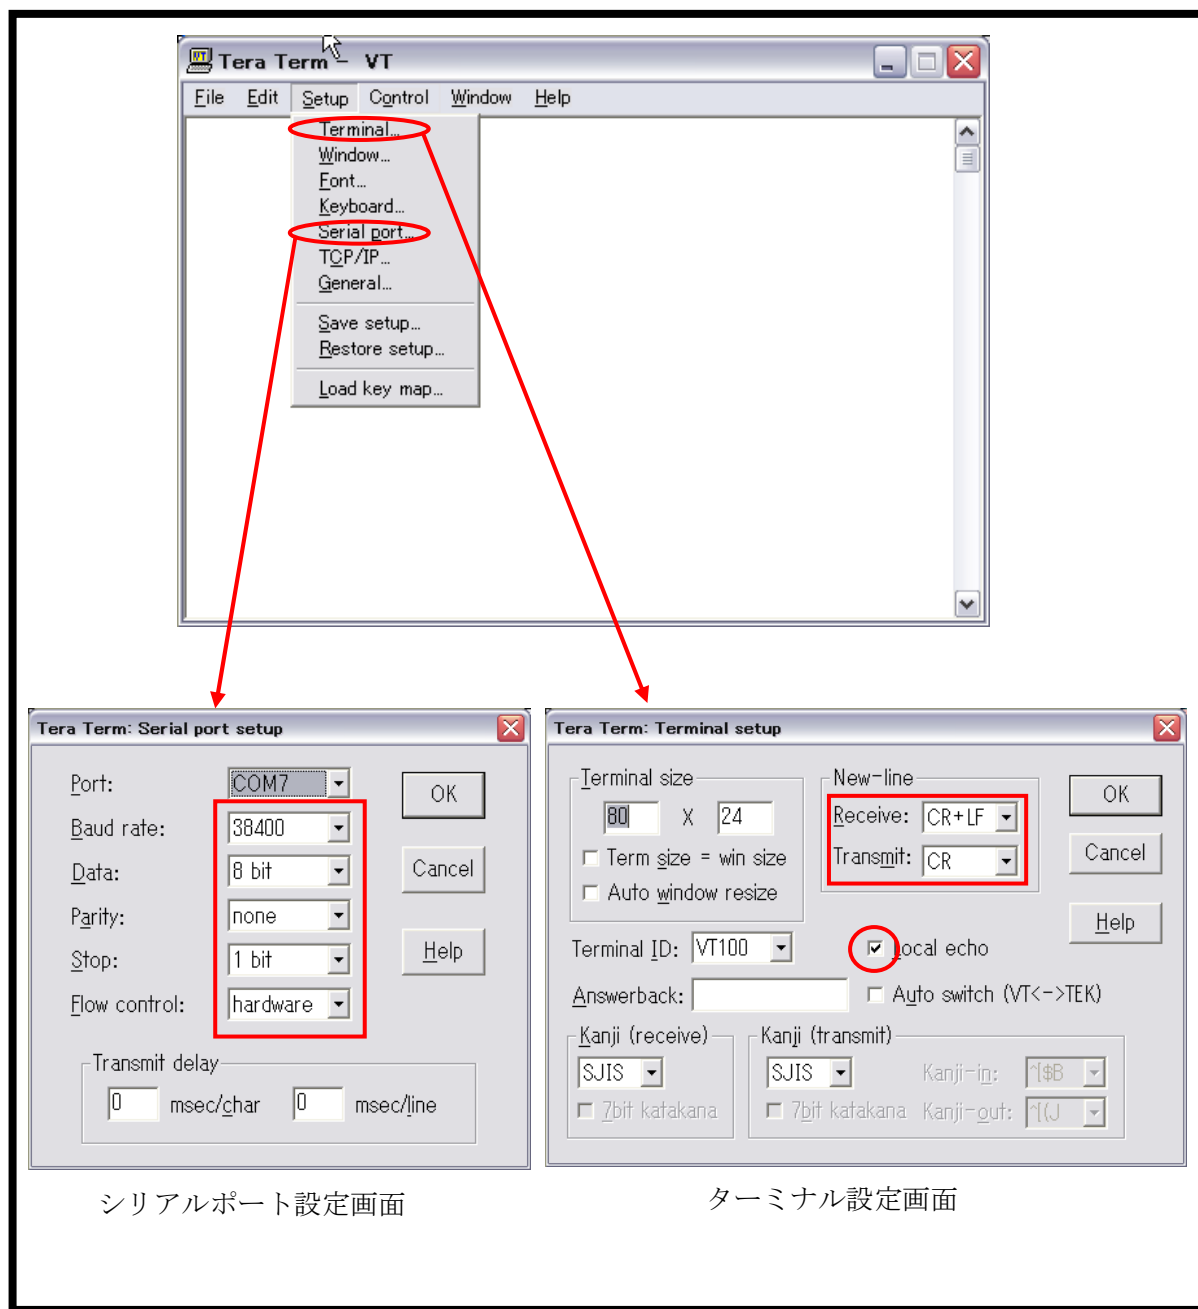

図 4 Tera Term 通信設定
- ⑤ “Serial”を選択し、“Port:”コンボボックスで使用する COM ポートを選択してください。
- ⑥ 起動後、“Setup”メニュー => “Serial port...”を選択し図 4 を参考に設定を変更し OK ボタンを押してください。
- ⑦ “Setup”メニュー => “Terminal...”を選択し図 4 を参考に設定を変更し”OK”ボタンを押してください。